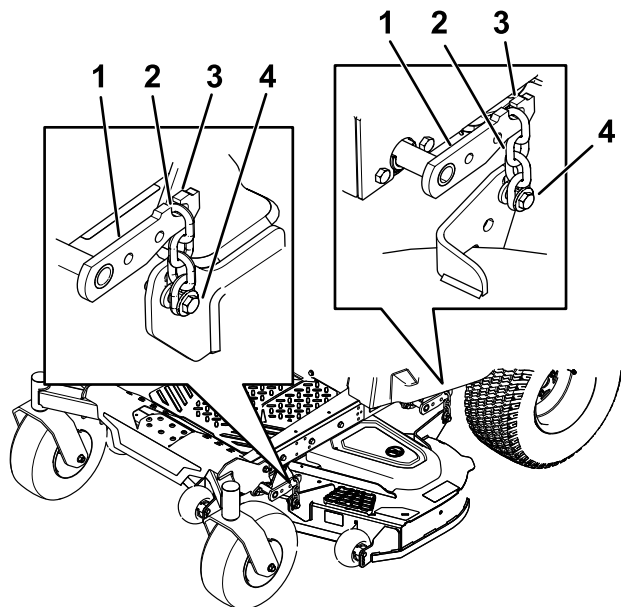

Figure 63
- Desserrez les boulons de réglage aux quatre coins de sorte que le tablier repose bien sur les quatre cales (Figure 63).
- Vérifiez que les quatre chaînes sont tendues (Figure 63).
- Resserrez les quatre boulons de réglage (Figure 63).